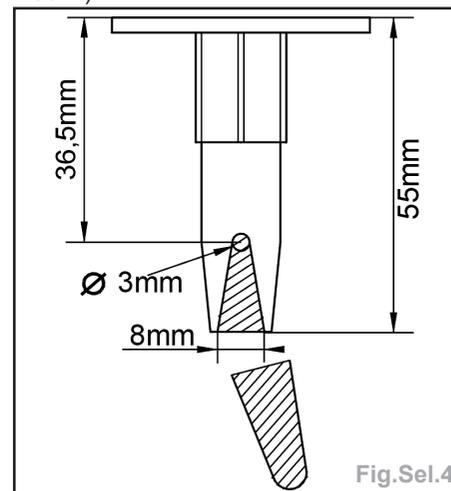

Fig.Sel.4
- Préparer l'embout de cartouches (Fig. Sel.4).